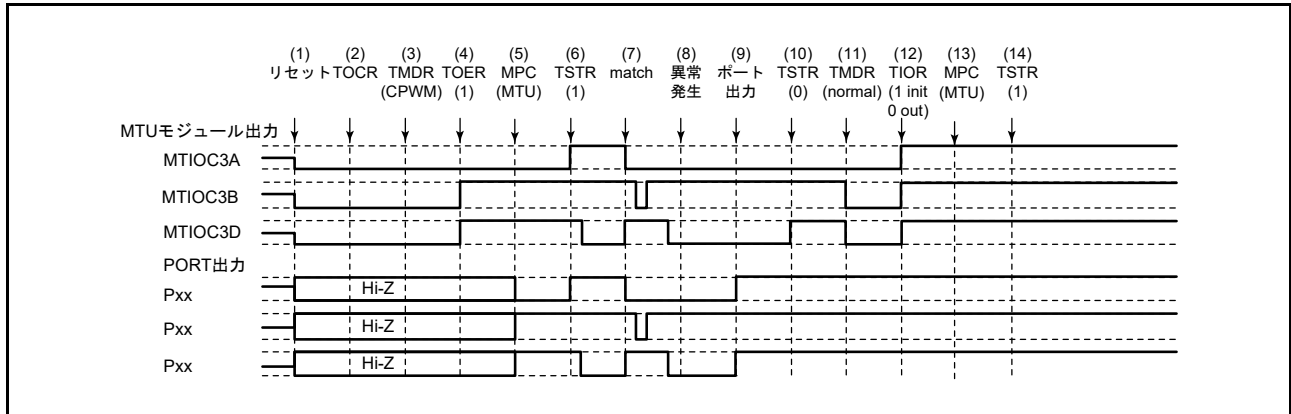

図 22.174 相補 PWM モードで異常が発生し、ノーマルモードで復帰する場合
相補 PWM モードで異常が発生し、再設定後ノーマルモードで再スタートする場合の説明図を図 22.174 に示します。
(1) ~ (10) は図 22.174 と共通です。
(11) PWM モード 1 を設定してください (MTU 出力は Low となります)。
(12) TIOR レジスタで端子を初期化してください (PWM モード 1 では MTIOCnB (MTIOCnD) 端子に波形が出力されません。出力すべきレベルがある場合は、I/O ポートのポート方向レジスタ (PDR)、ポート出力データレジスタ (PODR) で汎用出力ポートの設定をしてください)。
(13) MPC と I/O ポートのポートモードレジスタ (PMR) で MTU 出力としてください。
(14) TSTRA (TSTRB) レジスタで再スタートします。
(23) 相補 PWM モードで動作中に異常が発生し、相補 PWM モードで再スタートする場合の動作
(11) MPC と I/O ポートのポートモードレジスタ (PMR) で MTU 出力としてください。
(12) TSTR (TSTRB) レジスタで再スタートします。
(13) コンペアマッチの発生により相補 PWM 波形を出力します。
(24) 相補 PWM モードで動作中に異常が発生し、相補 PWM モードで新たに再スタートする場合の動作
(11) ノーマルモードを設定し新しい設定値を設定してください（MTU 出力は Low となります）。
(12) TOERA (TOERB) レジスタで MTU3、MTU4 (MTU6, MTU7) の出力を禁止してください。
(13) TOCR1A、TOCR2A (TOCR1B, TOCR2B) レジスタで相補 PWM モードの出力レベルと周期出力の許可 / 禁止を選択してください。
(14) 相補 PWM を設定します。
(15) TOERA (TOERB) レジスタで MTU3、MTU4 (MTU6, MTU7) の出力を許可してください。
(16) MPC と I/O ポートのポートモードレジスタ (PMR) で MTU 出力としてください。
(17) TSTRA (TSTRB) レジスタで再スタートします。
(25) 相補 PWM モードで動作中に異常が発生し、リセット同期 PWM モードで再スタートする場合の動作
(11) ノーマルモードを設定してください (MTU 出力は Low となります)。
(13) TOCR1A、TOCR2A (TOCR1B, TOCR2B) レジスタでリセット同期 PWM モードの出力レベルと周期出力の許可 / 禁止を選択してください。
(14) リセット同期 PWM を設定します。
(26) リセット同期 PWM モードで動作中に異常が発生し、ノーマルモードで再スタートする場合の動作